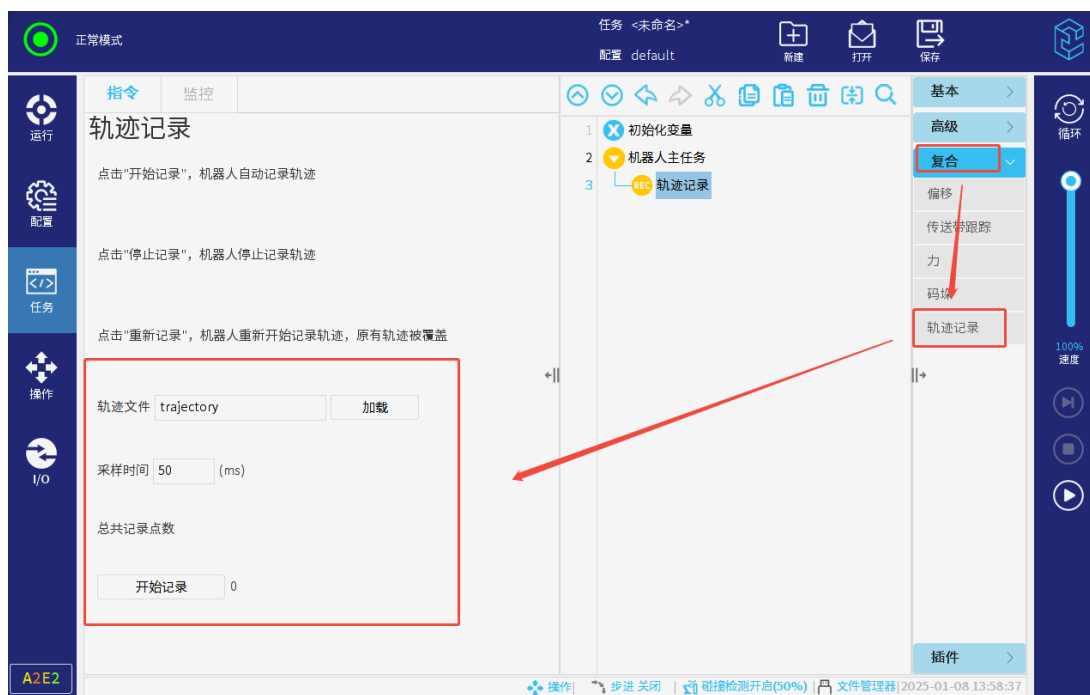

图 3-130: 记录轨迹
4. 点击“重新记录”，机器人重新开始记录轨迹，原有轨迹将被覆盖，如图 3-130 所示。